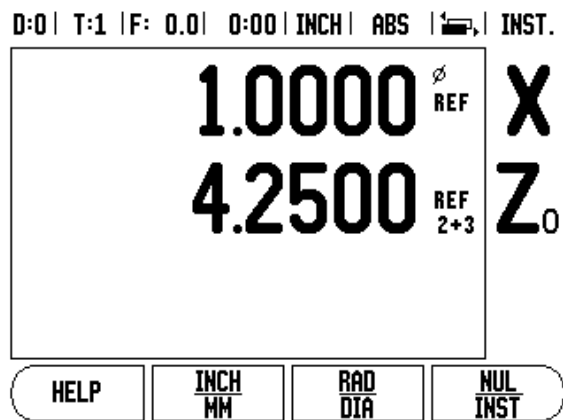

Fig. II.4 Z-koppeling inschakelen
- ▶ Druk op de numerieke toetsen voor de encoder-ingang aan de achterzijde van de unit. Druk op de softkey **+** of **-** om een tweede ingang te koppelen aan de eerste. De invoercijfers worden naast het aslabel weergegeven. Hiermee wordt aangegeven dat er sprake is van een gekoppelde positie (bijv. "2 + 3"). Zie Fig. II.4.
Om de Z₀- en Z-as te koppelen en het resultaat te tonen in de Z₀-uitlezing, drukt u op de Z₀-toets en houdt u deze gedurende ca. 2 seconden ingedrukt. De som van de Z-posities wordt weergegeven in de Z₀-uitlezing en de Z-uitlezing wordt leeggemaakt. Zie Fig. II.4.